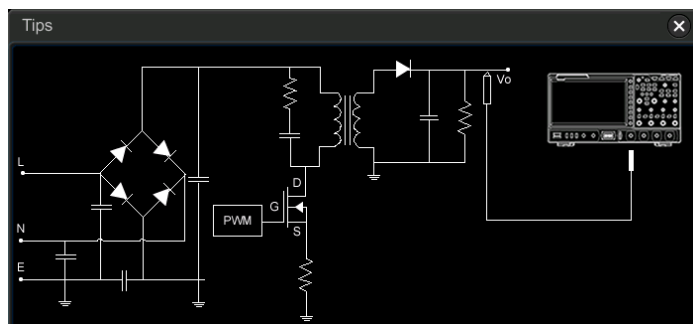

Figure 8-2 リプル解析の接続図
**Tips** を押すと画面にリップル解析の接続図が表示されます。Figure 8-2 の接続図にしたがってプローブを接続します。**Tips** を再度押す、あるいは接続図の右上の **×** をタップすると接続図を閉じることができます。